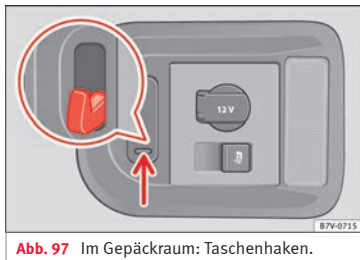

Abb. 97 Im Gepäckraum: Taschenhaken.
» **Abb. 97**, an dem leichte Einkaufstaschen befestigt werden können.
- Unten auf den Taschenhaken drücken » **Abb. 97** (Pfeil) und herausklappen.